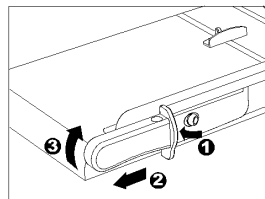

Bild 1
- Drücken Sie die Hebelverriegelung nach unten (Bild 1/1).
- Ziehen Sie gleichzeitig den Schneidehebel am Hebelgriff nach vorne (Bild 1/2).
- Führen Sie den Schneidehebel nach oben (Bild 1/3).